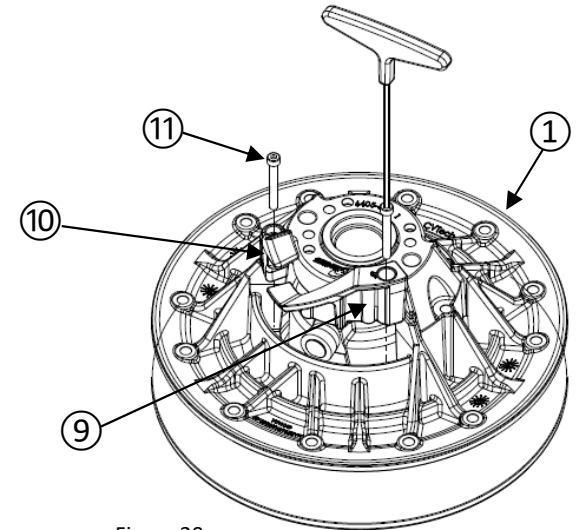

Figure 20
- À l'aide de la clé hexagonale de 3mm, retirez les 4 vis ⑪ des rampes avant ⑨ et des hélices ⑩ du flasque fixe ① (figure 20).
- Retirez les 2 rampes avant ⑨ et les 2 hélices ⑩.
- Séparez les 2 flasques ① et ②.